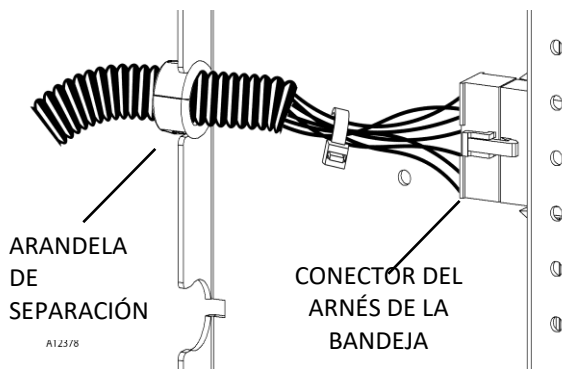

Fig. 12a
1. Desconecte el arnés de la bandeja en la pared del lado derecho y libere la arandela partida de la placa del soporte - Fig. 12a
9. Vuelva a enganchar el casquillo partido del arnés en la pared de retención del arnés - Fig. 12a
1. Desconecte el arnés de la bandeja de la pared lateral derecha - Fig. 12a.
2. Desconecte el arnés de la bandeja de la pared del lado derecho - Fig. 12a